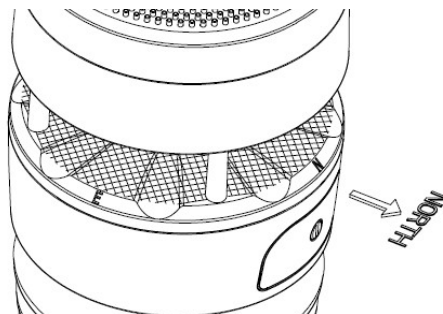

Figura 5
3. Hay un símbolo de flecha con la letra «N» (figura 5) que indica la dirección norte. La carcasa del sensor debe ajustarse de modo que la indicación «N» quede orientada hacia el norte real de su ubicación. Se recomienda utilizar una brújula para ajustar la orientación. Si el sensor exterior no se instala en la dirección correcta, se producirá un error permanente en la dirección del viento.